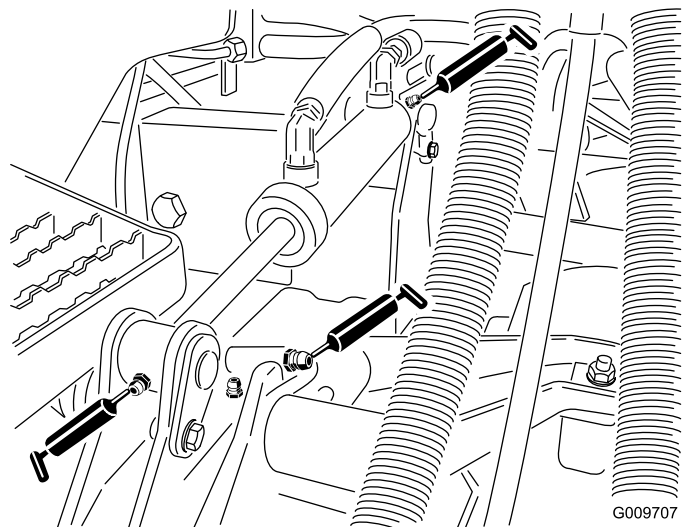

図 26
- 昇降アームのブッシュ 各デッキに1ヶ所 図 26
- 昇降シリンダのブッシュ 各デッキに2ヶ所 図 26